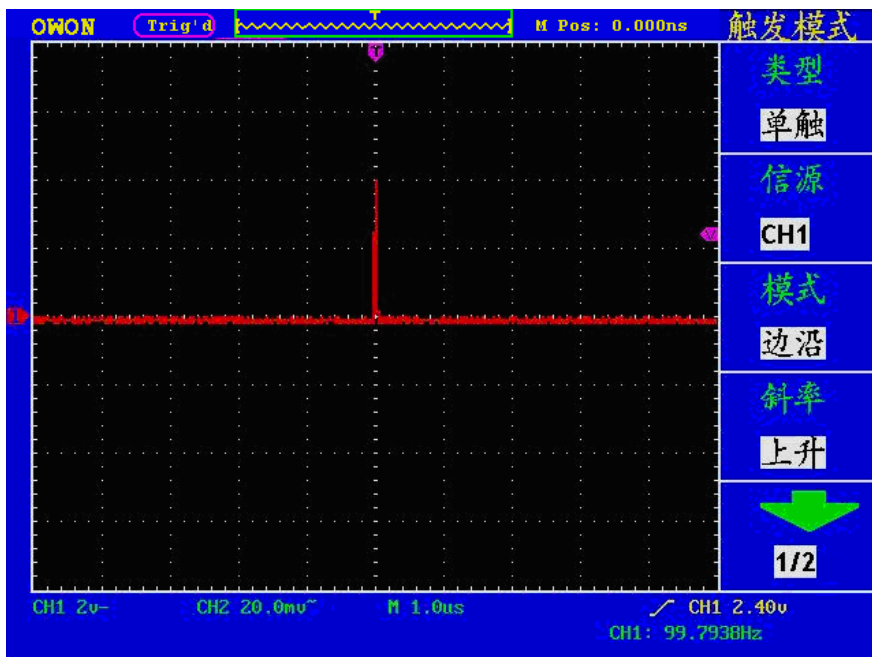

图6-3： 捕捉单次信号
- 12、若屏幕上方触发状态指示没有显示 **Ready**，则按下 **RUN/STOP**（运行/停止）按键，启动获取。等待符合触发条件的信号出现。如果有某一信号达到设定的触发电平，即采样一次，显示在屏幕上。利用此功能可以轻易捕捉到偶然发生的事件，例如幅度较大的突发性毛刺：将触发电平设置到刚刚高于正常信号电平，按 **RUN/STOP**（运行/停止） 按键开始等待，则当毛刺生时，机器自动触发并把触发前后一段时间的波形记录下来。通过旋转面板上水平控制区域的 水平位置 旋钮，改变触发位置的 水平位置可以得到不同长度的负延迟触发，便于观察毛刺发生之前的波形。见图 6-3。